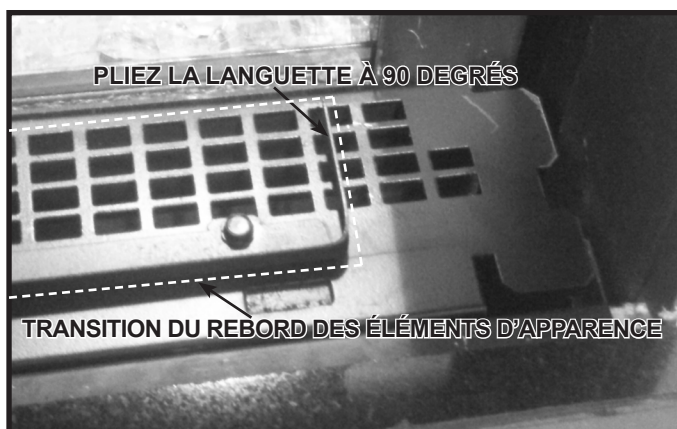

Figure 10.30 Transition des éléments d'apparence installée
12. Pliez les languettes de chaque côté de la transition du rebord des éléments d'apparence. Ceci permettra un dégagement pour le granite. Voir la figure 10.30.